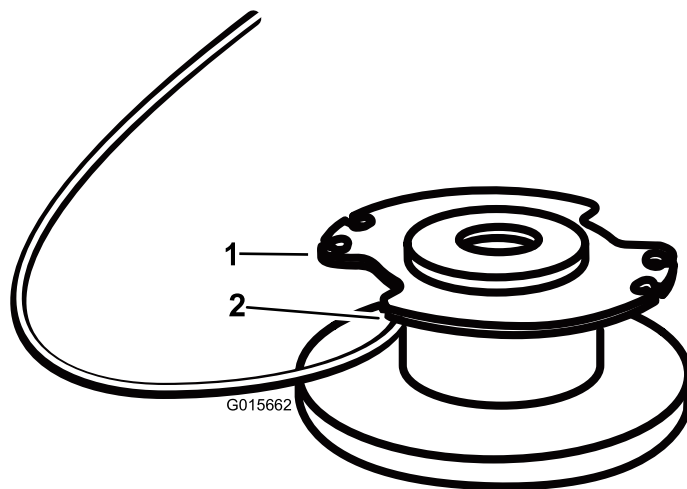

Figure 19
4. Insérez le fil dans le trou d'ancrage en haut de la bobine (Figure 19). Enroulez le fil sur la bobine dans la direction indiquée par les flèches sur la bobine.